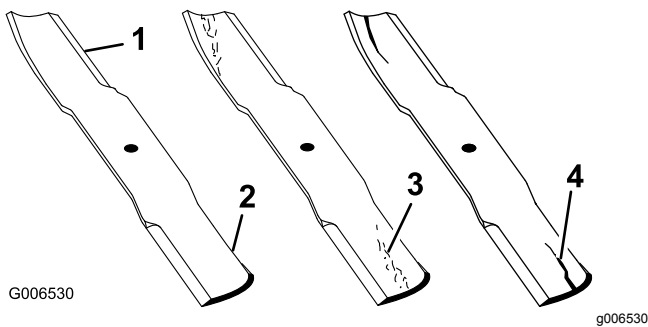

Bild 79
1. Untersuchen Sie die Schnittkanten (Bild 79).
4. Wenn Sie Risse, Verschleiß oder Rillenbildung in diesem Bereich feststellen, sollten Sie sofort ein neues Schnittmesser einbauen (Bild 79).